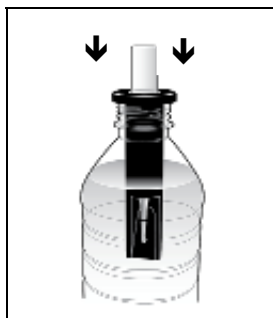

Abbildung 3
1. Die Vacu-vial-Ampulle mit der Spitze in den Schnappern. Öffnen Sie den Behälter mit dem zu prüfenden Wasser und setzen Sie den Schnapper mit der Ampulle in den Behälter, wobei darauf zu achten ist, dass die Spitze der Ampulle nicht vorzeitig abbricht. (Abb. 3).